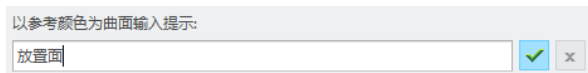

图 1-272 以参考颜色为曲面输入提示系统
(6) 对照模型中的显示情况, 在图 1-272 所示的框中输入“放置面”, 单击  (接受) 按钮。